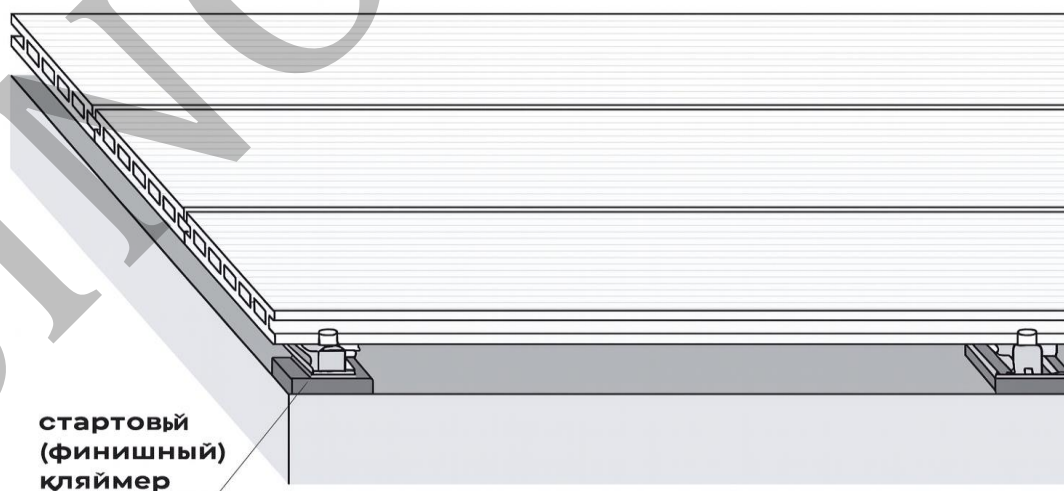

Рис.11
- После укладки последней доски на лаги, под неё устанавливают финишный (или стартовый) кляймер на расстоянии не более 1 мм от края доски. Затем доску временно убирают, фиксируют кляймер саморезом, возвращают доску на место и подбивают её до плотного прилегания к кляймеру (рис. 11).